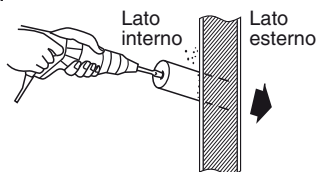

Fig. 3-16
- (8) Se le tubazioni ed i cablaggi devono andare verso il retro di quest'unità, fare i fori necessari nel muro. (Fig. 3-16)